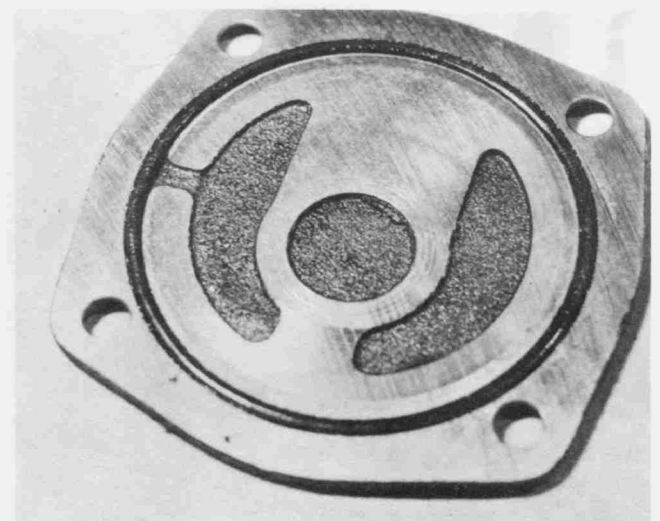

Bild 71
- Darauf achten, dass der O-Ring vor dem Wiederaufbau des Abschlussdeckels vorschriftsmässig eingelegt wird (Bild 71). Der Abschlussdeckel kann nur in einer Einbaurichtung eingebaut werden. Die zwei unteren Schrauben liegen weiter auseinander.